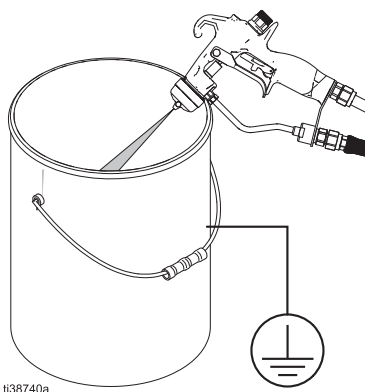

ABB. 11: Druckentlastung der Pistole durchführen
5. Ein Metallteil der Pistole fest gegen einen geerdeten Metallimer drücken. Zur Druckentlastung die Pistole betätigen. Siehe ABB. 11.